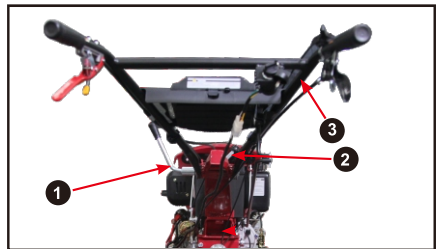

Рис.4 Установка рабочих рукояток
9. Установите рабочие рукоятки 4 на опору 3 рукояток мотоблока (Рис. 4). Отрегулируйте положение рукояток по высоте (рычагом регулировки высоты 1) и углу поворота (рычагом регулировки угла 2).